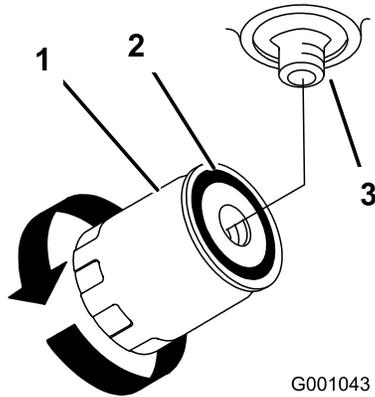

Figura 75
3. Aplique una capa fina de aceite hidráulico a la junta de goma sobre el filtro nuevo (Figura 75).
hasta que la junta de goma entre en contacto con el adaptador del filtro, luego apriete el filtro media vuelta más (Figura 75).